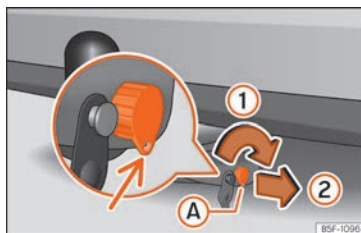
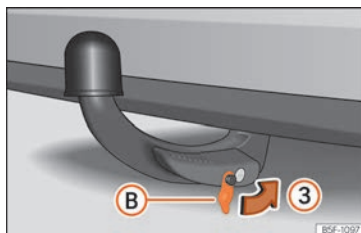

Fig. 256 Bloccare la serratura
Fig. 257 Collocare il coperchio sulla serratura
- Girare la chiave (A) nel senso della freccia ① finché la parte bucata della chiave non raggiunge la sua posizione inferiore » » » fig. 256.
- Estrarre la chiave nel senso della freccia ②.
- Collocare il coperchio (B) nella serratura nel senso della freccia ③ » » » fig. 257 » » » ①.
① AVVISO